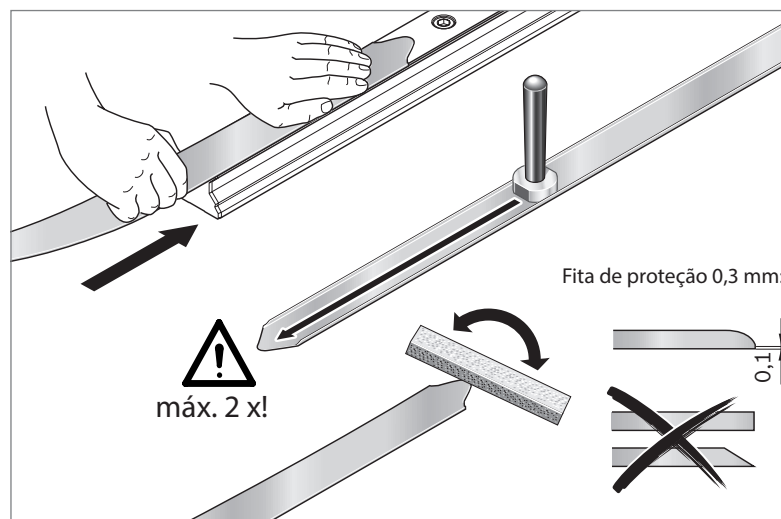

Fig. 49: Verificação da área de deslizamento
- ▶ Antes de encaixar, observar que a lingueta está levemente curvada para baixo para que ela possa ser deslocada facilmente por baixo dos lábios de vedação. ➡ Fig. 49